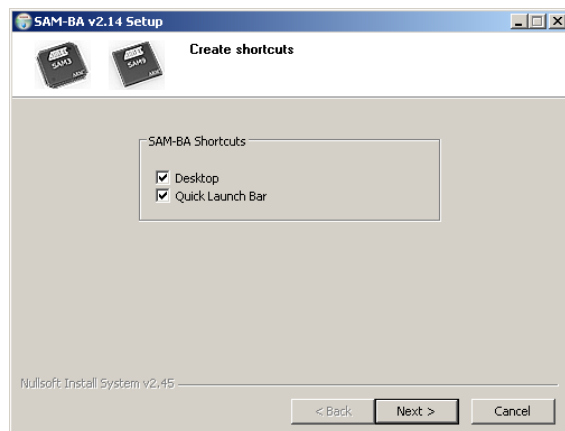

Рисунок 2.12 – Окно создания ярлыков программного обеспечения
2.2.6.7 В открывшемся окне (рисунок 2.12) установите галочки для создания ярлыков вызова программы «SAM-BA» на рабочем столе и панели быстрого запуска, а затем нажмите кнопку «Next».